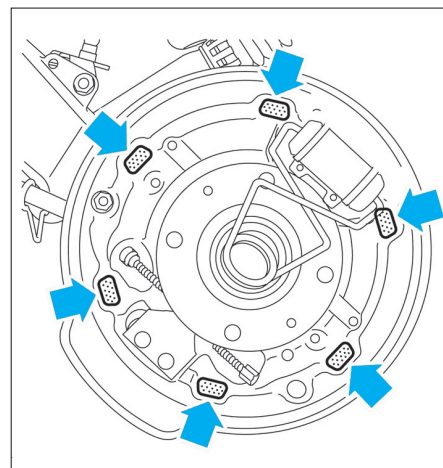

FIG. 10
- Graisser très légèrement les zones d'appui des segments de frein sur le plateau (Fig.10).